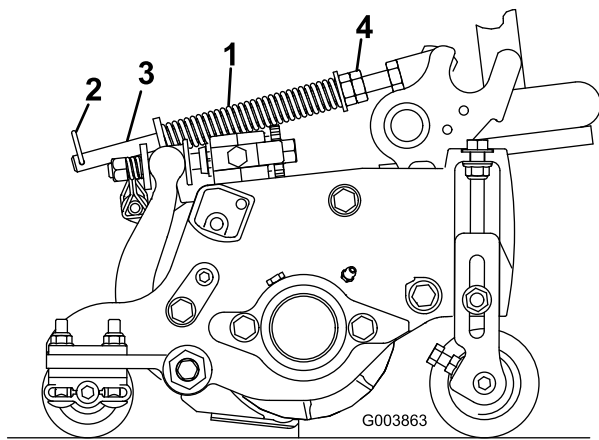

Figure 14
Le ressort de compensation (Figure 14) transfère le poids du rouleau avant au rouleau arrière. Cela évite la formation d'ondulations à la surface de la pelouse.
1. Vérifiez que la goupille fendue est insérée dans le trou de la tige de ressort (Figure 14).
2. Serrez les écrous hexagonaux sur l'extrémité avant de la tige de ressort jusqu'à ce que la longueur du ressort comprimé soit égale à 12,7 cm sur la Reelmaster 5410 à plateaux de coupe de 12,7 cm ou à 16 cm sur la Reelmaster 5510 et 5610 à plateaux de coupe de 17,8 cm ; voir Figure 14.